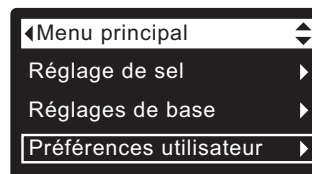

FIG. 54
1. À partir d'un écran d'état dynamique, appuyez sur le sélecteur (O) pour afficher le **Menu principal**.
2. Appuyez sur le bouton BAS (▼) pour faire défiler les options du menu et mettre en encadré **Préférences utilisateur** (cf. Figure 54).